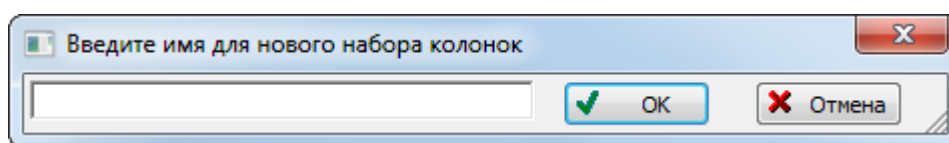

Рис. 5-26 – Сохранение текущих настроек рабочего окна
- 2) В открывшемся диалоговом окне ввести имя для нового набора настроек и нажать «ОК» (рис. 5-26).